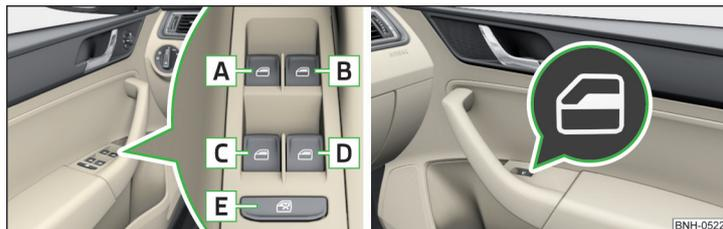

Fig. 37 Power window buttons
Power window buttons » Fig. 37
► Press the button **E** » Fig. 37.